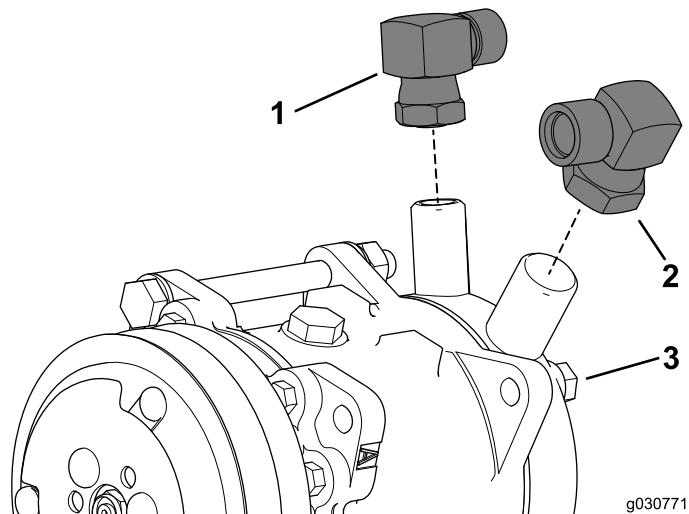

Figure 41
1. Montez le raccord à angle droit (7/8 po) sur l'orifice de basse pression ou d'aspiration de la pompe de climatisation (Figure 41).
3. Montez le raccord à angle droit (3/4 po) sur l'orifice de haute pression ou de décharge de la pompe de climatisation (Figure 41).